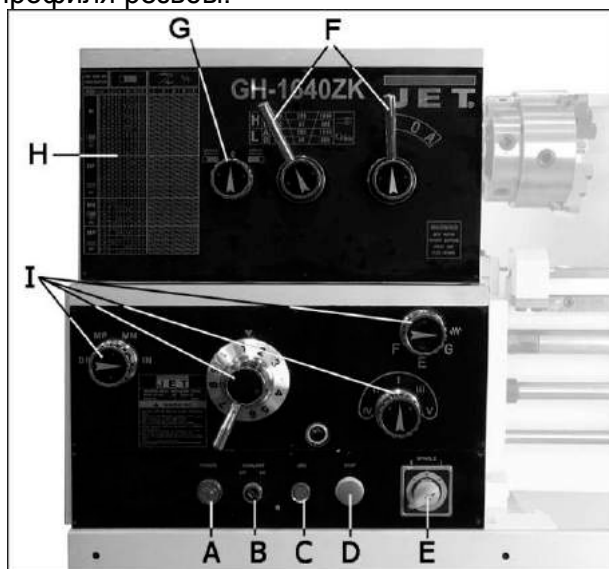

Рис.27
Доступны 12 частот вращения шпинделя, установить которые можно с помощью двух рукояток (F, Рис.27) согласно диаграмме на передней панели.
Для получения различных значений автоматической подачи и шагов резьб используют четыре рукоятки коробки подач (I, Рис.27).
1. Поверните рукоятку (G, Рис.27) в необходимое положение, чтобы нарезать правую или левую резьбу.
2. Рукоятками выбора частоты вращения (F, Рис.27) установите минимальное значение частоты.
3. Установите необходимый шаг нарезаемой резьбы с помощью рукояток (I, Рис.27) коробки скоростей по диаграмме на передней панели станка или из Инструкции.